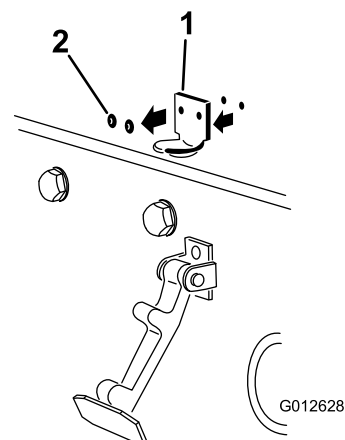

Рисунок 34
**Примечание:** Стопорный кронштейн должен быть прижат к капоту (Рисунок 34). Не снимайте болт с гайкой в сборе с рычага стопорного кронштейна.
2. Удалите две заклепки, крепящие кронштейн защелки капота к капоту (Рисунок 34).